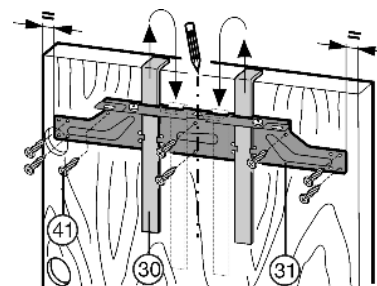

Fig. 21
- ▶ Открутите крепежную поперечину *Fig. 21 (31)* с помощью контргайки *Fig. 21 (32)*.
- ▶ Навесьте крепежную поперечину *Fig. 21 (31)* с монтажными вспомогательными элементами *Fig. 21 (30)* на внутреннюю сторону мебельной дверцы.
- ▶ Выравнивание крепежной поперечины *Fig. 21 (31)* по центру: начертите короткую центральную линию на мебельной дверце, совместите с ней острие стрелки поперечины.
- ▶ Прикрутите крепежную поперечину *Fig. 21 (31)* по меньшей мере 6 винтами *Fig. 21 (41)*.
- ▶ Прикрутите крепежную поперечину *Fig. 21 (31)* 4 винтами *Fig. 21 (41)* по краю.
- ▶ Вытяните вверх монтажные приспособления *Fig. 21 (30)* и, развернув, вставьте их в расположенные рядом приемные отверстия.